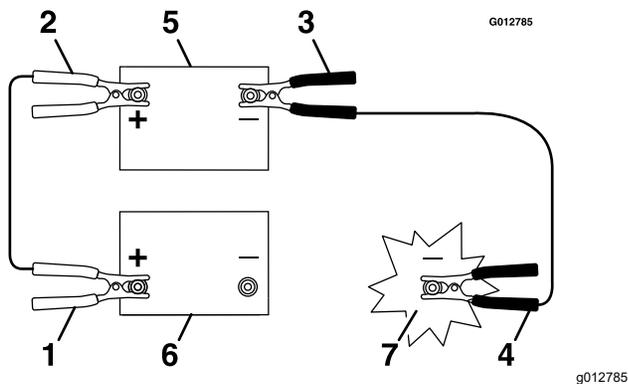

Figura 46
3. Conecte el cable positivo (+) al borne positivo (+) de la batería descargada que está conectado al motor de arranque o al solenoide (Figura 46).